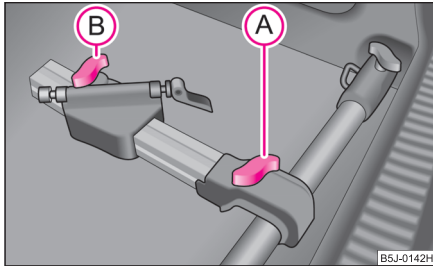

Fig. 66 Montarea suportului pentru bicicletă
- Așezați suportul pentru bicicletă autorizat pe suportul transversal, ridicați șurubul **A** și împingeți suportul longitudinal (aluminiu) înspre suportul transversal și rotiți șurubul **A** în piuliță ⇒ fig. 66.